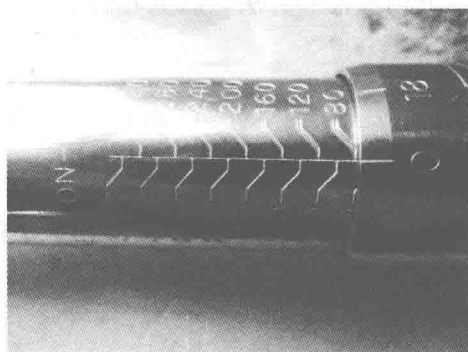

图 1-1-14 扳手扭力调整
3) 转动扳手手柄, 根据需要使手柄上小数部分的数字刻线对齐杆身整数部分的数字刻线, 使手柄前端的边缘与杆身上所需调整的扭力读数刻线贴合。如图 1-1-14 所示, 预调的扭矩是 $80\text{N} \cdot \text{m}$ 。